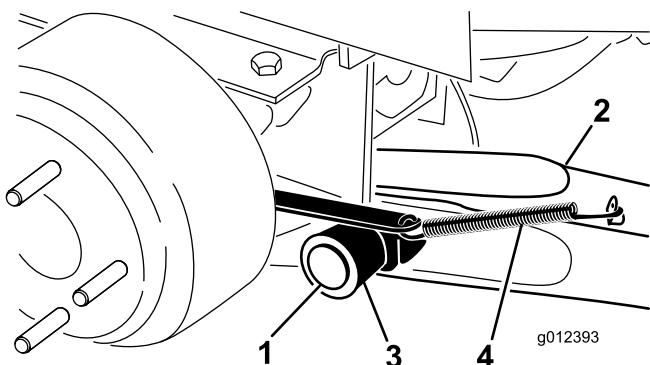

図 2
4. ピボット・ピン1本、コッターピン1本を使って、ピボット・ブラケットに昇降アームを取り付ける図2。昇降アームを、曲がった部分が外側を向くようにして取り付ける。
5. ブレーキリターンスプリングを昇降アームのタブ引っ掛ける図2。